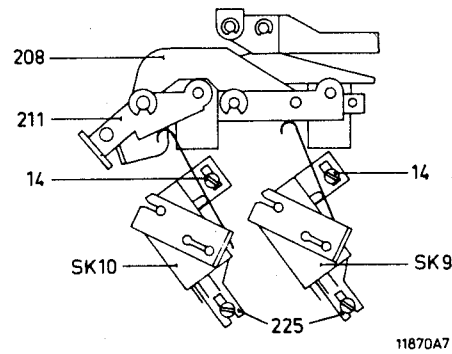

Fig. III-13
- Nötigenfalls die Schrauben 14 um einige Umdrehungen lockern und dann Befestigungsbügel 225 von SK9 verschieben (siehe Abb. III-13).
- Nötigenfalls die Schrauben 14 um einige Umdrehungen lockern; dann den Befestigungsbügel 225 von SK10 verschieben (siehe Abb. III-13).